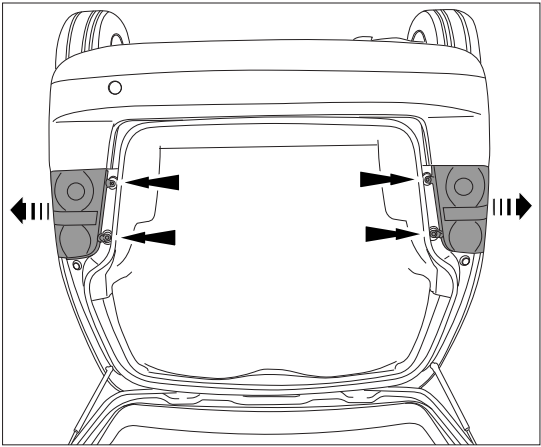

Fig. 1a
1. Remove the rear-light units. (See figure 1a).
1. Die Rücklichter abmontieren. Siehe (Abbildung 1a).
1. Démontez les feux arrière. (Voir la figure 1a).
1. Demonter baglysenhederne. (Se fig. 1a).